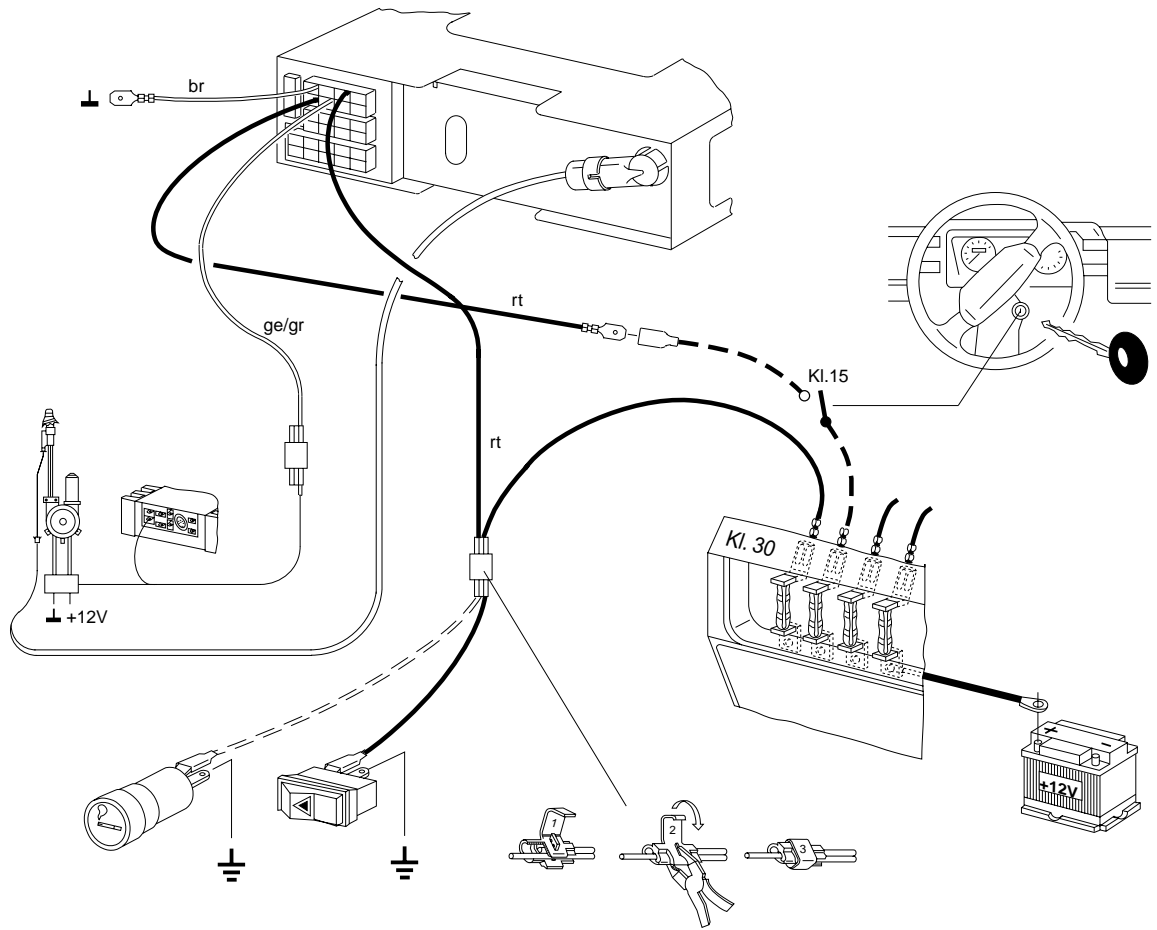

Fig. 8
- Plus-/Minus-Anschluß Fig. 8
Plus/minus-Connection fig. 8
Positive/negative-Raccordement fig. 8